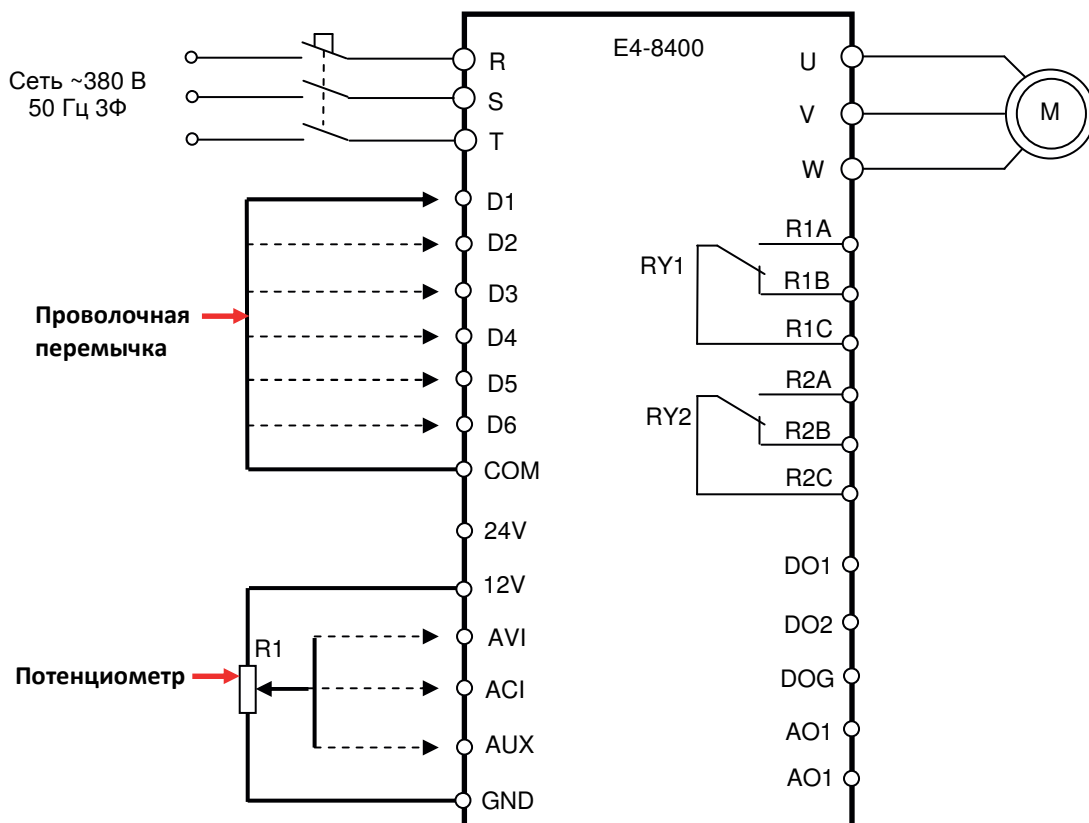
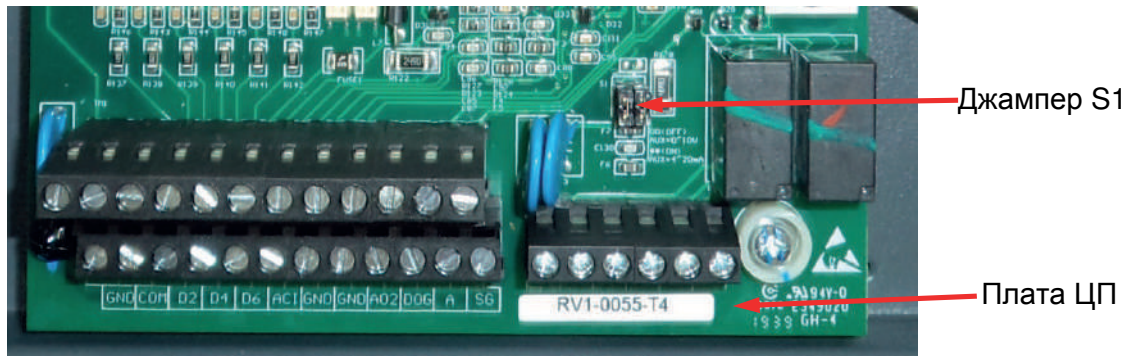

Рис.4.26
Рис.4.30
4.13.1. Присоединить один конец проволочной перемычки к клемме COM. Крайние выводы потенциометра присоединить к клеммам 12V и GND (рисунок 4.26).
- 4.13.13. Снять джампер S1 на плате ЦП (рисунок 4.30). С помощью мультиметра измерить сопротивление между клеммами AUX и GND. Значение сопротивления должно быть  $20 \text{ кОм} \pm 5\%$ . Установить джампер S1 на место.
- 4.13.17. Установить значение параметра B1-01=1. Подсоединить провод среднего вывода внешнего потенциометра R1 к клемме AVI (см. рис.4.26). Вращая ручку внешнего потенциометра из крайнего левого в крайнее правое положение, наблюдать изменение индикации на дисплее пульта управления от **0.00** до **50.00**. Отсоединить провод от клеммы AVI.
- 4.13.18. Установить значение параметра B1-01=1. Подсоединить провод среднего вывода внешнего потенциометра R1 к клемме AVI (см. рис.4.26). Вращая ручку внешнего потенциометра из крайнего левого в крайнее правое положение, наблюдать изменение индикации на дисплее пульта управления от **0.00** до **50.00**. Отсоединить провод от клеммы AVI.
- 4.13.19. Установить значение параметров B1-01=5, H3-09=1. Повернуть ручку регулятора на пульте управления в крайнее левое положение. Повернуть ручку внешнего потенциометра R1 в крайнее левое положение (по схеме рис.4.26 движок потенциометра в нижнее положение) и подсоединить его провод среднего вывода к клемме ACI (см. рис.4.26). При этом индикация на дисплее пульта управления должна быть **0.00**. Повернуть, не много, ручку внешнего потенциометра от крайнего положения и наблюдать изменение индикации на дисплее пульта управления от значения 0.00 в сторону увеличения. Отсоединить провод от клеммы ACI.
- 4.13.20. Снять джампер S1 на плате ЦП (рис.4.30). Установить значение параметра B1-01=7. Подсоединить провод среднего вывода внешнего потенциометра R1 к клемме AUX (см. рис.4.26). Вращая ручку внешнего потенциометра из крайнего левого в крайнее правое положение, наблюдать изменение индикации на дисплее пульта управления от **0.00** до **50.00**. Отсоединить провод от клеммы AUX. Установить джампер S1 на место.